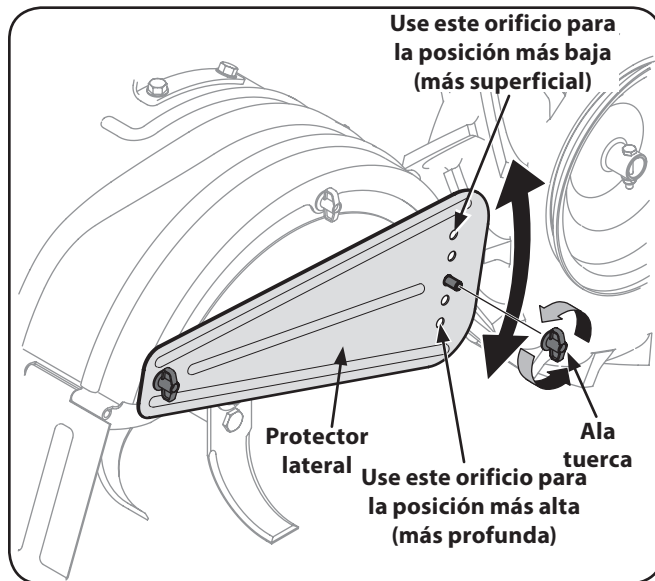

Figura 5-2
- Al romper el césped y para el cultivo poco profundo, utilice la configuración que le da una "profundidad de la labranza (segundo agujero desde la parte superior). Coloque los protectores laterales en su posición más baja. Véa la Figura 5-2.
- Para ajustar la protección lateral, retire las tuercas de mariposa. Mueva el protector lateral a la posición deseada y vuelva a colocar las tuercas de mariposa. Apriete con seguridad. Véa la Figura 5-2.